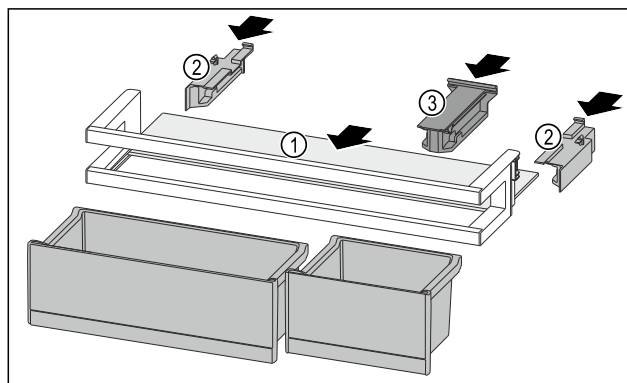

Fig. 261
- Futni raftin mbajtës Fig. 261 (1) në folëtë anësore.
- Vendosni pjesët anësore Fig. 261 (2).
- Vendosni pjesën mbajtëse Fig. 261 (3).